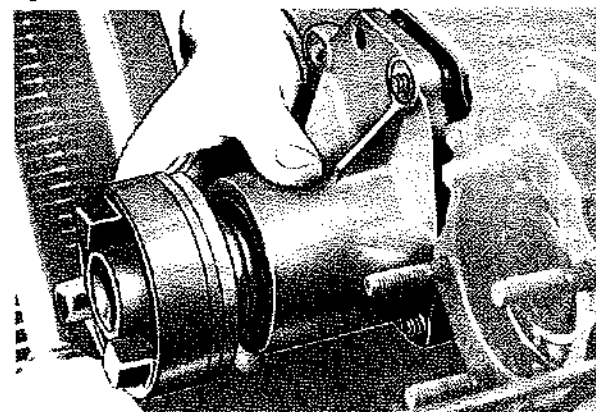

Fig. 65
- Montare il supporto completo centrandolo nelle spine ed impegnando gli ingranaggi (Fig. 65).